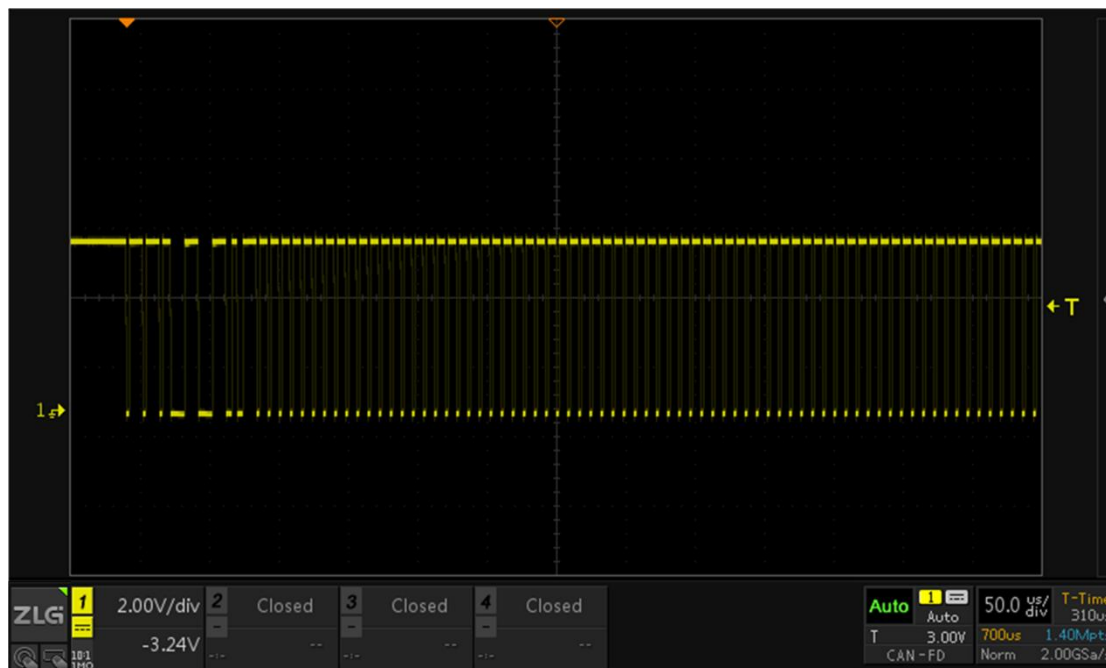

图 15-18 CAN-FD 信号捕获
- 1、 将 CAN-FD 的信号接到通道 1 中，点击【Auto Setup】一键捕获波形，让波形以较好的效果显示在界面，如图 15-18 所示；